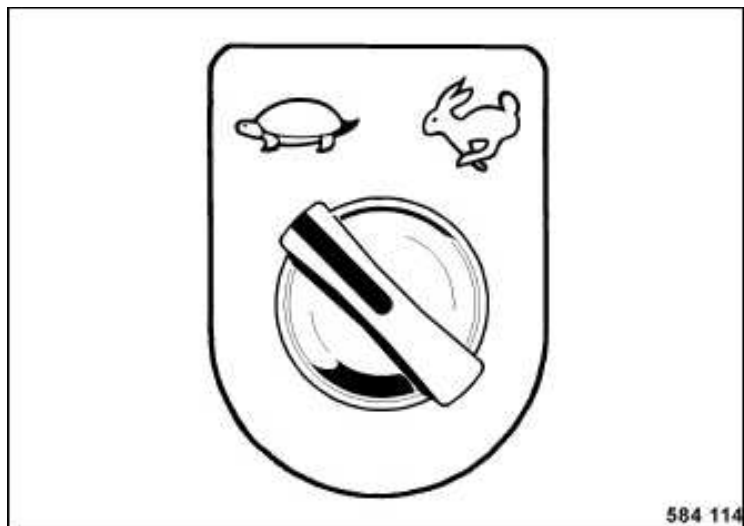

Fig. 48
- Preseleccionar el deseado radio de acción (Fig. 48).